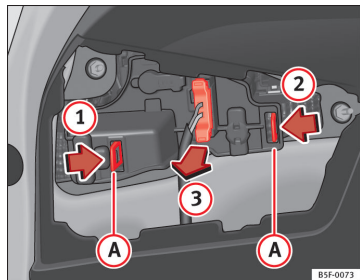

Fig. 147 Dépose du support d'ampoule
- Déverrouillez les languettes de fixation (A) du support d'ampoules, en suivant le sens des flèches (1) et (2) ⇒ fig. 147.
- Retirez le support d'ampoules de son logement dans le sens de la flèche (3) ⇒ fig. 147.
- Posez le support d'ampoules en vérifiant que les clips de fixation ⇒ fig. 147 (A) sont correctement clipsés. ■